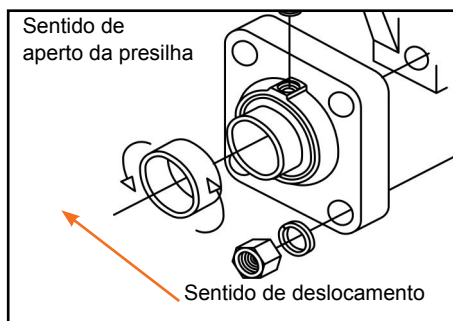

Figura 31
- 8° - Certifique-se que as presilhas excêntricas dos rolamentos dos mancais dos rolos, estejam apertados no mesmo sentido do deslocamento (Figura 31).